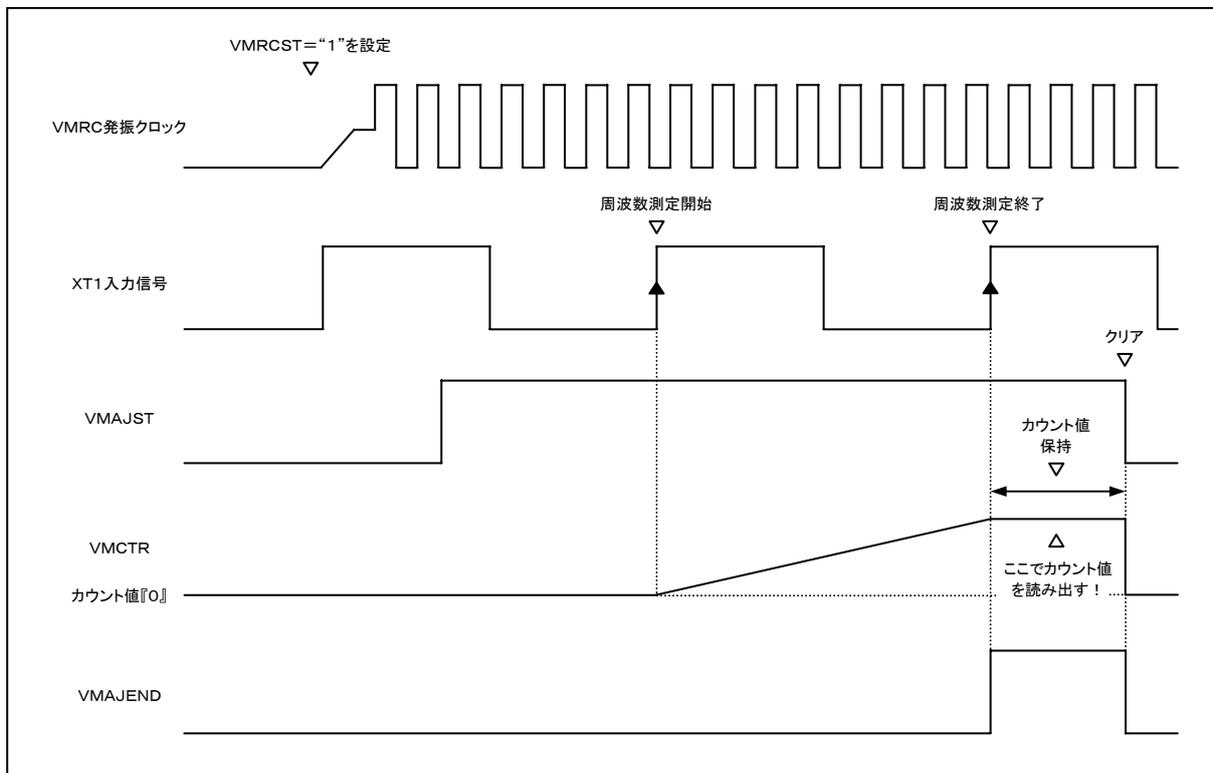

図 4-3-2 VMRC周波数測定動作タイミングチャート
- ① VMRCの発振クロックをカウントする20ビットのアップカウンタと、カウント動作の制御及びセンター・レンジ周波数の制御を行う4ビットのレジスタです。
- ② VMRCの発振を開始後、VMAJST="1"を設定すると、XT1端子からの入力信号をリファレンスとして、その1周期分をVMRCの発振クロックでカウントできます。(詳細は図4-3-2を参照)
- ③ VMRCの発振クロックのカウント結果は、VMCTRHのビット3~0及びVMCTRMとVMCTRLで読み出すことができます。
- ④ VMSL4M="0/1"により、VMRCのセンター・レンジ周波数を“約10MHz / 約4MHz”に設定することができます。
- ① VMRC発振周波数を測定する為の20ビットカウンタのビット7~0のカウンタです。
- ② このレジスタはリードオンリーです。
- ③ VMRCの発振を開始後、VMAJST=“1”を設定すると、XT1端子からの入力信号をリファレンスとして、その1周期分をVMRCの発振クロックでカウントできます。(詳細は図4-3-2を参照)
- ④ VMRCの発振クロックのカウント結果は、VMCTRHのビット3~0及びVMCTRMとVMCTRLで読み出すことができます。
- ① VMRC発振周波数を測定する為の20ビットカウンタのビット15～8のカウンタです。
- ④ VMRCの発振クロックのカウント結果は、VMCTRHのビット3～0及びVMCTRMとVMCTRLで読み出すことができます。